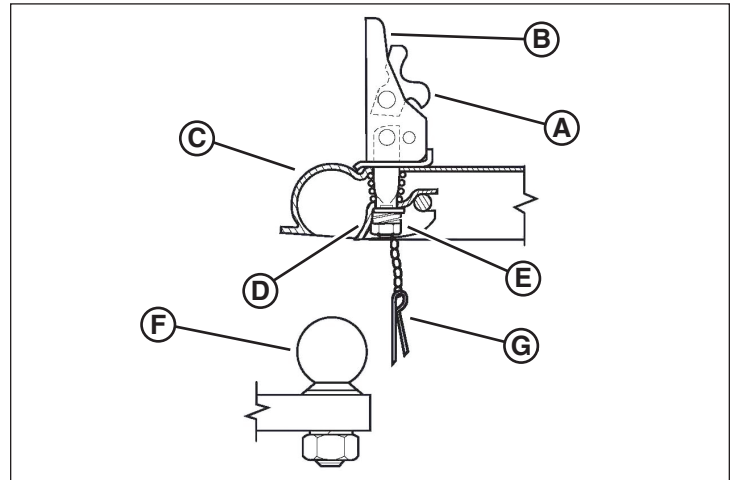

Figura 7
- Tire del gatillo de bloqueo (A, Figura 7) hacia arriba y levante la palanca de bloqueo (B, se muestra levantada).
- Para ajustar el acoplador en la bola del enganche (F, Figura 7), empuje el bloqueo de la parte tubular (D) hacia arriba, para alejarlo de la tuerca de ajuste (E).
- Compruebe que la bola del enganche esté completamente dentro del encastre del acoplador (C, Figura 7).
- Empuje la palanca de bloqueo hacia abajo hasta la posición de bloqueo. Inserte el pasador de bloqueo (G, Figura 7) en el orificio de la palanca de bloqueo, o bien, use un candado para mayor seguridad.